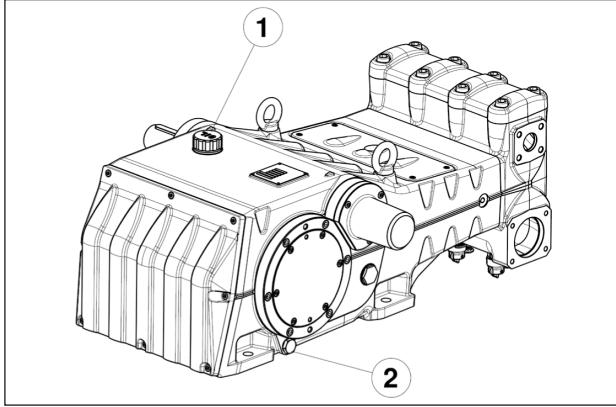

Рис. 1
Для слива масла необходимо снять маслоналивную пробку, поз. ①, Рис. 1 а затем сливную пробку, поз. ②, Рис. 1.